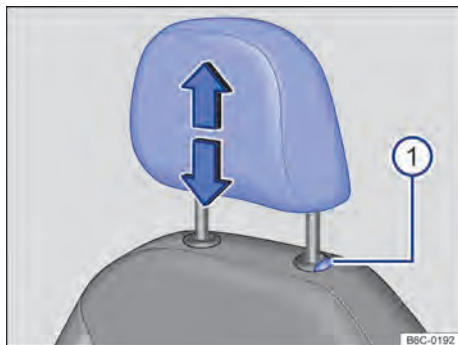

Fig. 72 Apoio para cabeça dianteiro: desinstalar.
- Retirar o apoio para cabeça com o botão → Fig. 72 ❶ pressionado.
- Empurrar o apoio para cabeça totalmente para baixo com o botão → Fig. 72 ❶ pressionado.